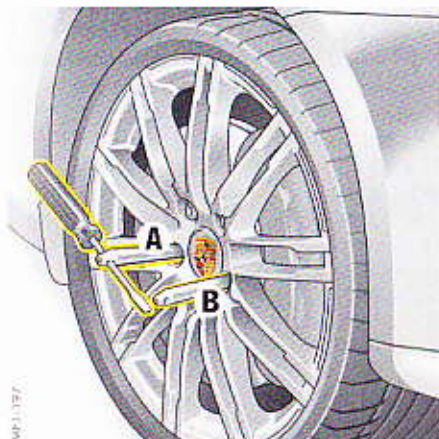

Fig. 198 : Auxiliaire de montage
1. Pour les véhicules sans PCCB : dévissez la vis de roue **A** (Fig. 198).
Véhicules avec PCCB : dévissez les vis de roue **A** et **B** (Fig. 198).
2. Vissez le(s) auxiliaire(s) de montage à la place de la vis de roue **A** et le cas échéant **B** (Fig. 198).